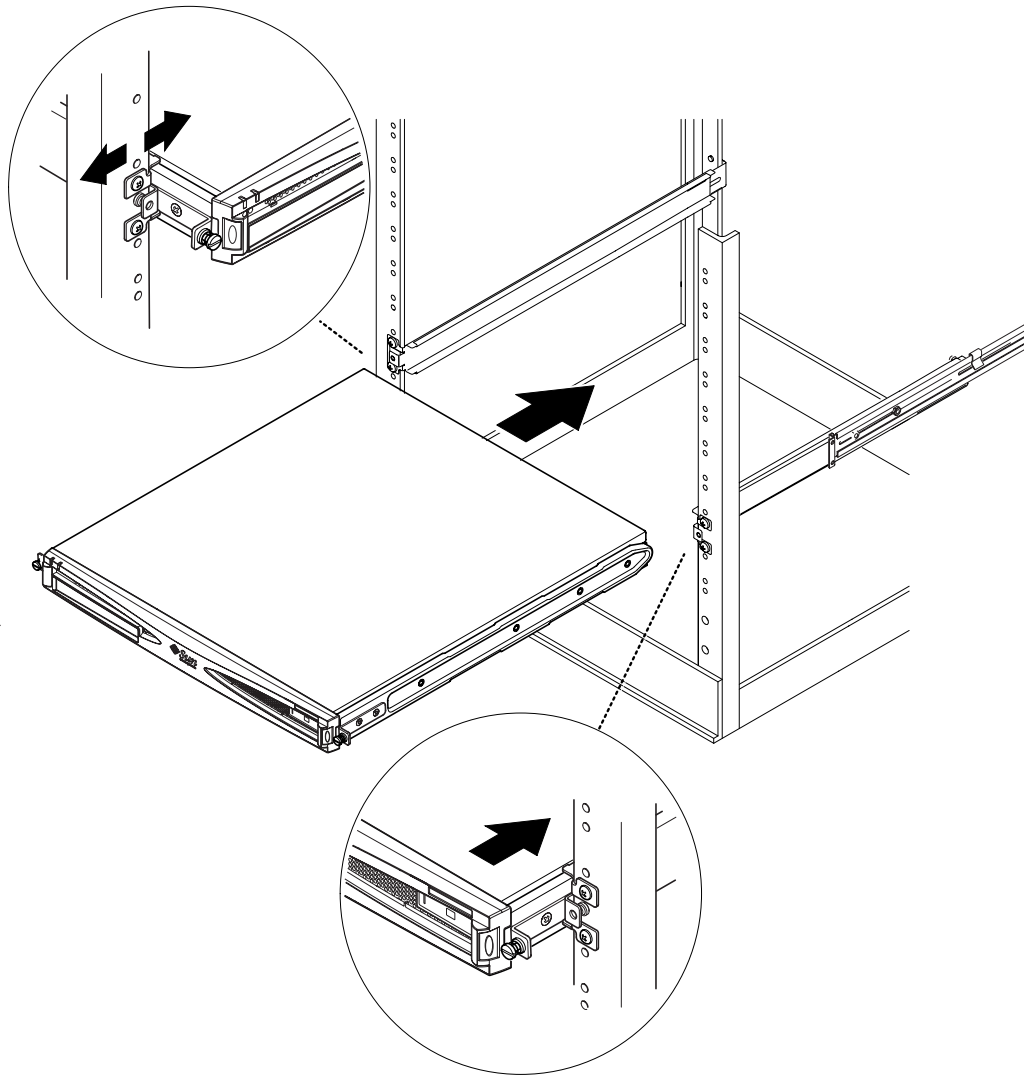

FIGURA 5-7 Instalación del servidor en un bastidor estándar de 19 pulgadas
7. Introduzca el servidor en el bastidor (consulte la FIGURA 5-7).